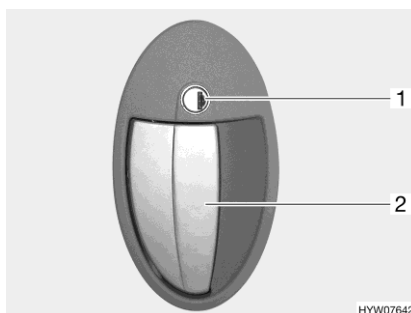

Fig. 31 Serrure de porte (porte cellule, extérieur)
- Insérer la clé dans le barillet (Fig. 31,1) et la tourner dans le sens des aiguilles d'une montre jusqu'à ce que la serrure de la porte soit déverrouillée.
- Tirer sur la poignée de la porte (Fig. 31,2). La porte est ouverte.
- Insérer la clé dans le barillet (Fig. 31,1) et la tourner dans le sens inverse des aiguilles d'une montre jusqu'à ce que la serrure de la porte soit verrouillée.